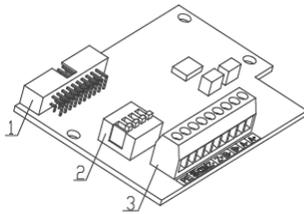
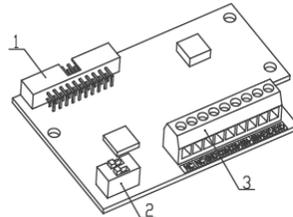

图 3.17 增量式PG卡
图 3.18 旋变式PG卡
(1) 编码器卡 (PG) 分为增量式和旋变式, 其外形结构分别是图 3.17 和图 3.18。